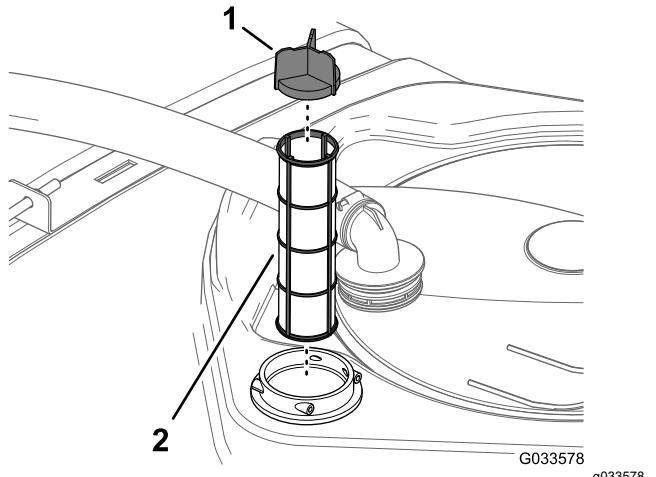

Bild 101
4. Entfernen Sie den alten Saugfilter aus dem Filtergehäuse im Behälter (Bild 101).